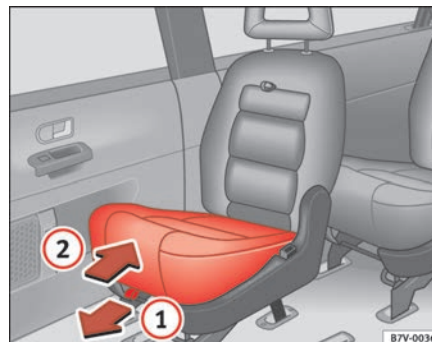

Abb. 40 Integrierter Kindersitz: Sitzpolster vorklappen
- Ziehen Sie die Zugschleufe in Pfeilrichtung ⇒ Abb. 40 (1) nach vorn.
- Drücken Sie das Sitzpolster in Pfeilrichtung (2), bis es einrastet.
- Nehmen Sie die Kopfstütze aus der Rückenlehne des integrierten Kindersitzes heraus und bauen Sie die Kopfstütze zusammen mit der Schlummerrolle (A) wieder ein.